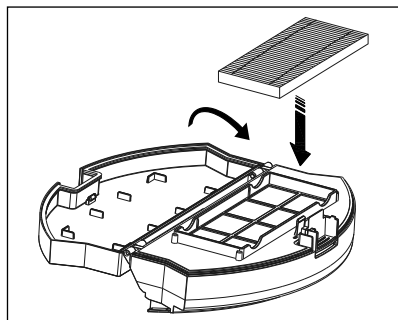

Fig. 13
- 8) Læg EPA-filteret **7** ned i rummet igen, og luk støvbeholderen **16** (se fig. 13).